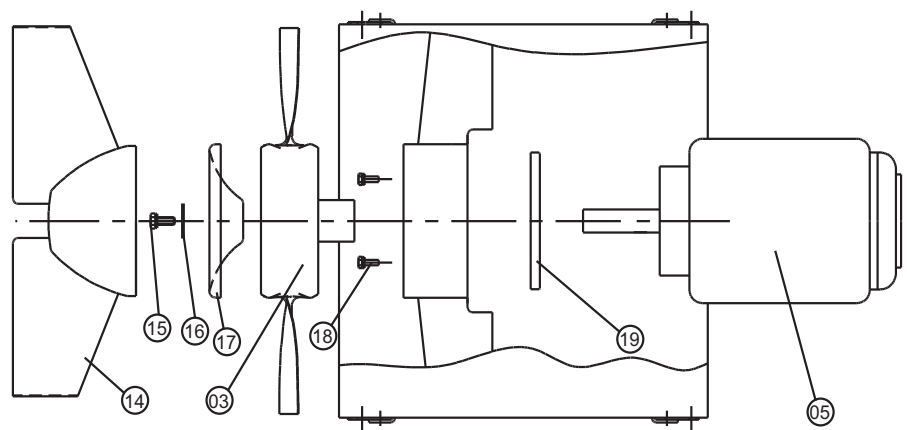

Abb. 3 Aus-/Einbau des Motors
- 4 **ARR:** Die Schrauben in den Leitschaufeln an den An-/ Abströmhauben abschrauben und die An-/ Abströmhauben Abb. 3, Pos. 14 ziehen
- 5 Die Mittelschraube des Laufrades Abb. 3, Pos. 15 abschrauben und die Mittelscheibe Pos. 16 demontieren.
- 6 **AUR:** Den Nabendeckel Abb. 3, Pos. 17 demontieren.
- 7 Das Laufrad Abb. 3, Pos. 03 mittels eines Abziehers, der in den beiden Gewindelöchern des Nabenkerns zu befestigen ist, entfernen.
- 8 4 Stück Schrauben Abb. 3, Pos. 18 abschrauben.
- 9 Motor Pos. 05 und Motorflansch Abb. 3, Pos. 19 demontieren. Vor dem Ausbau die Position des Motors beachten. Bei Demontage und Zerlegung des Ventilators ist mit den Bauteilen vorsichtig umzugehen, damit die Motorlager oder andere Komponenten nicht durch Stöße oder andere Überlastungen beschädigt werden.
- 1 Nach Fertigstellung der Wartungsarbeiten den Motor Abb. 3, Pos. 05 wieder einbauen. Darauf achten, dass der Motorflansch Pos. 19 korrekt angebracht ist und die Motorwelle im Ventilatorgehäuse konzentrisch angeordnet ist, bevor die Schrauben Pos. 18 angezogen werden.
- 2 Das Laufrad Abb. 3, Pos. 03 auf der Motorwelle mittels einer Schraube, die im Gewindeloch der Motorwelle zu befestigen ist, montieren. Die Nabe des Laufrades bis zum Anschlag gegen den Flansch der Motorwelle anspannen. Prüfen, ob der Schaufelspitzenspielfeldraum am ganzen Umfang gleich groß ist. Andernfalls die Motorposition in der Aufhängung ändern. **Bitte merken:** Schlagwerkzeuge können Schaden an den Lagern richten.
- 3 Die Mittelschraube Abb. 3, Pos. 15 und die Mittelscheibe Pos. 16 und für Typ AUR den Nabendeckel Pos. 17 wieder anbringen.
- 4 **ARR:** Die An-/Abströmhauben Abb. 3, Pos. 14 montieren.